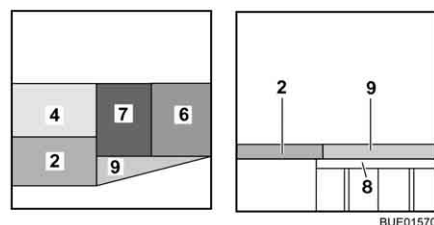

Fig. 160 Dopo la trasformazione
- Posizionare il cuscino del divano (Fig. 160,7) al centro.
- Posizionare il cuscino dello schienale (Fig. 160,6) tra il cuscino del divano (Fig. 160,7) e la parete.
- Posizionare il cuscino aggiuntivo (Fig. 160,9) sull'allargamento letto.